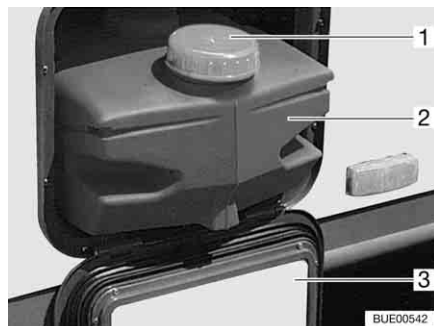

Bild 150 Wassertank 22 l
Bei Transport den Wassertank mit dem Verschlussdeckel (Bild 150,1) verschließen.
- Serviceklappe (Bild 150,3) öffnen (siehe Kapitel 6).
- Wassertank (Bild 150,2) herausziehen.
- Wassertank (Bild 150,2) herausziehen und entleeren.